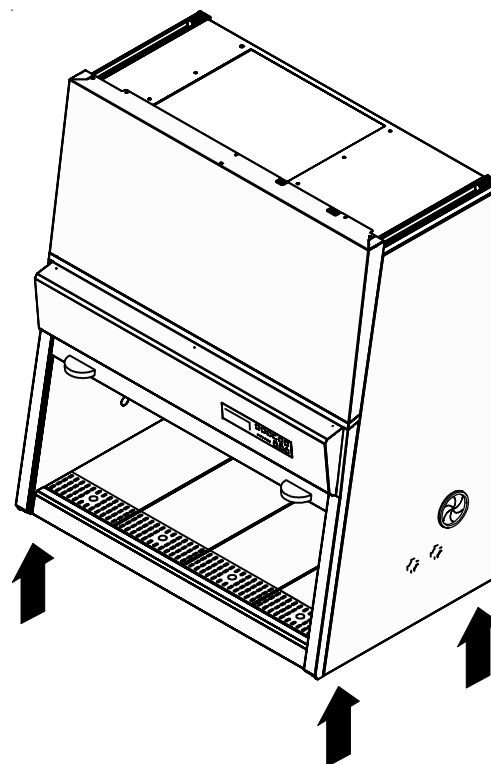

Abb. 2
**Abb. 2:** Um ein Kippen auszuschließen, darf das Gerät auch innerhalb von Gebäuden nur auf einer geeigneten Transportvorrichtung transportiert werden. Der Gerätekorpus sollte dazu vom Untergestell abgebaut werden (siehe dazu Kap. 5.2).